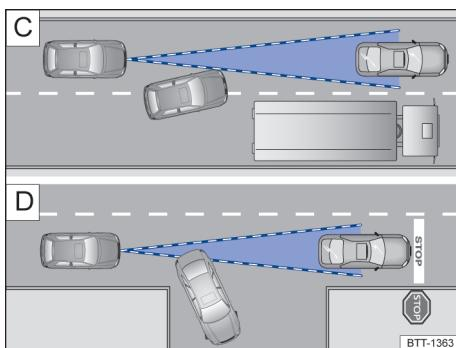

Fig. 130 C Mudança de faixa. D Veículo virando e outro parado.
Se, por exemplo, um veículo detectado pelo ACC vira ou se afasta e diante do mesmo se encontra um veículo parado, o ACC não irá reagir diante deste último  Fig. 130 D.
- Em caso de veículos que mudem para a faixa onde você se encontra com pouca distância do veículo → Fig. 130 [C].